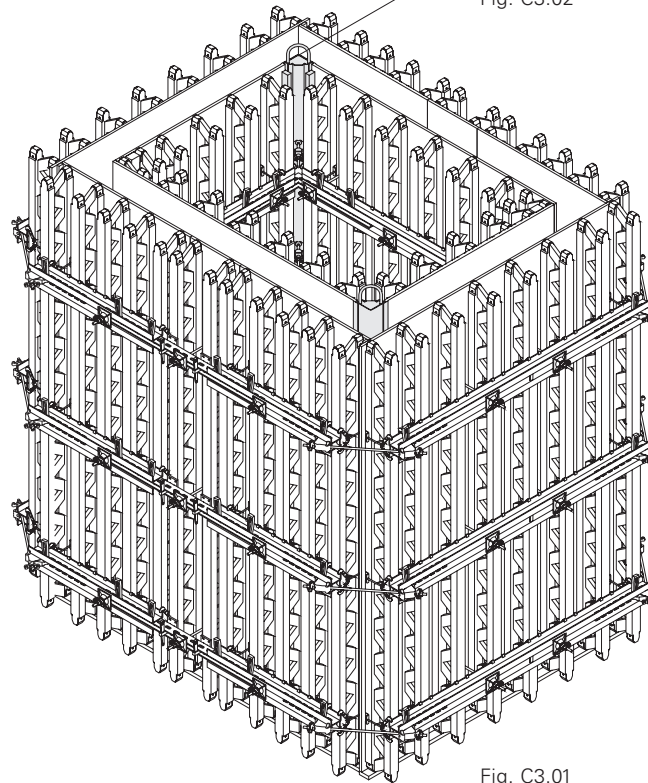

Fig. C3.01
3. Positionner le coffrage extérieur, relier les angles avec la griffe tendeur, la tige d'ancrage, l'écrou 2 oreilles et le coin KZ puis serrer. (Fig. C3.01)